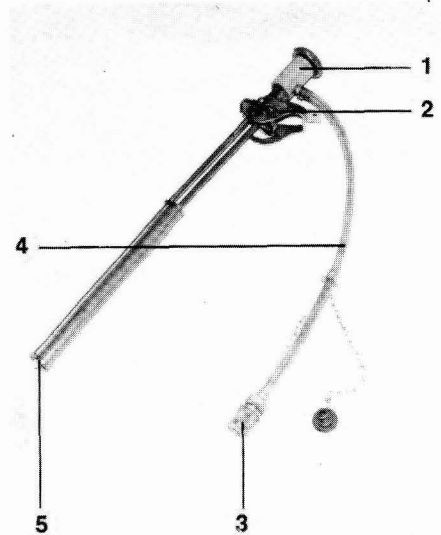

Bild 14 Adapterausstattung
- Adapterausstattung (Bild 14)